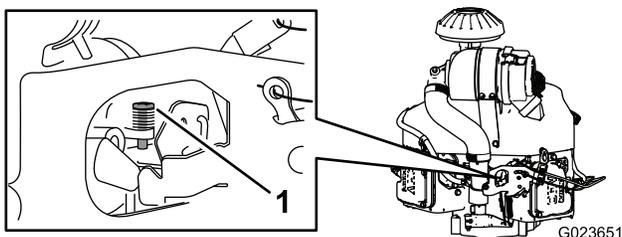

图68
4. 调节化油器上的限位螺丝（图68），使怠速速度达到 1350~1550rpm。